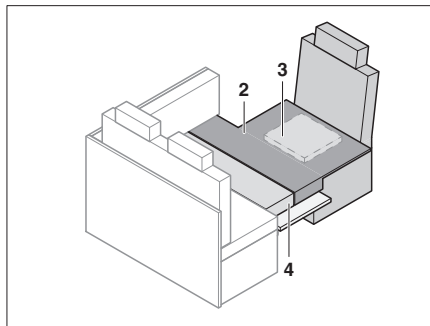

Fig. 191 Après la transformation
- Placer le coussin supplémentaire comme montré en Fig. 191.